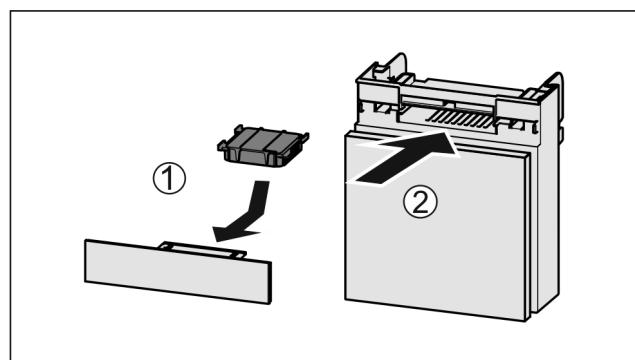

Fig. 57
- Вставити фільтр з активованого вугілля за малюнком Fig. 57 (1).
- Вставити відділення Fig. 57 (2).